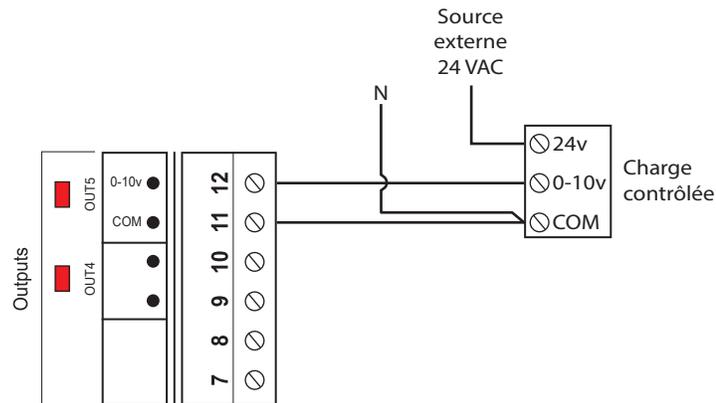

Figure 13 - Raccordement de la sortie analogique (alimentation externe)
- 2) Le C1000 fournit seulement le signal de contrôle à la charge, qui est alimentée par une source externe (voir Figure 13):